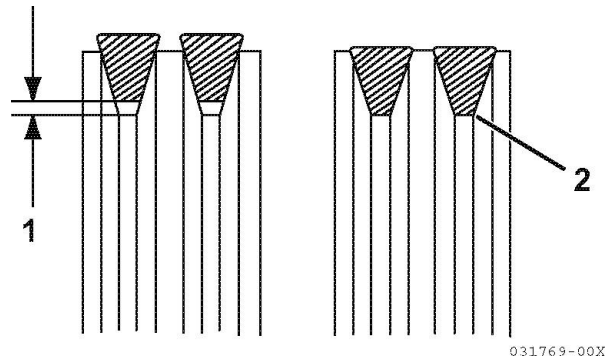

Рисунок 6
3. Закрепить клинообразный ремень в положении, при котором установилось требуемое натяжение ремня. Между клинообразным ремнем и дном желобка шкива должен быть зазор (1, рисунок 6). Если зазор (2, рисунок 6) между клинообразным ремнем и дном желобка шкива отсутствует, следует заменить клинообразный ремень.